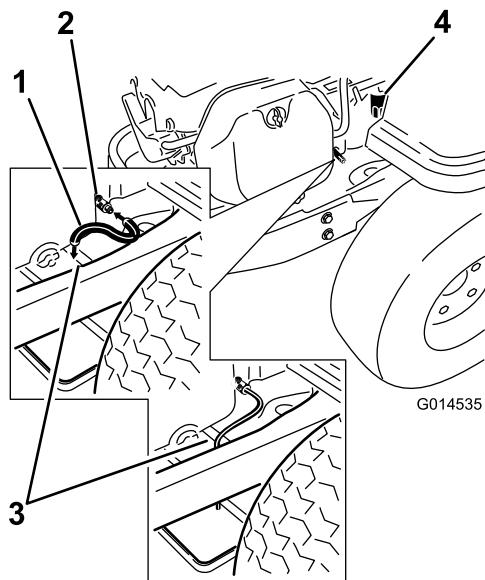

Figure 29
4. Nettoyez la surface autour du robinet de vidange sur le châssis de la machine. Trouvez le flexible de vidange d'huile et branchez-le au robinet de vidange (Figure 29).
5. Placez l'autre extrémité du flexible de vidange sur le bout du châssis (Figure 29).